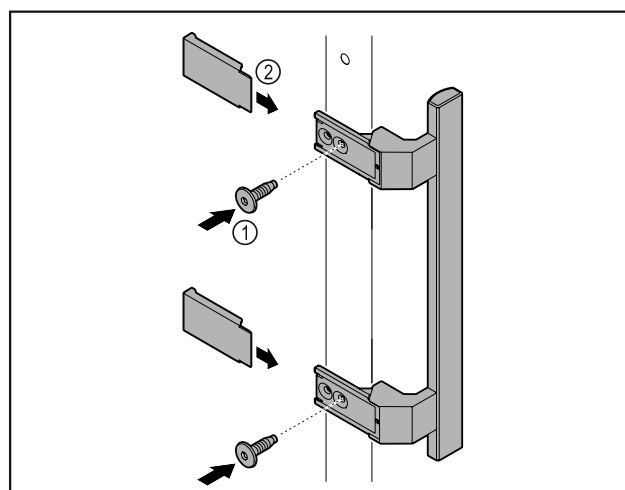

Fig. 7
- ▶ Fixer la poignée à la porte à l'aide des vis Fig. 7 (1) fournies.
- ▶ Mettre les caches Fig. 7 (2) en place.